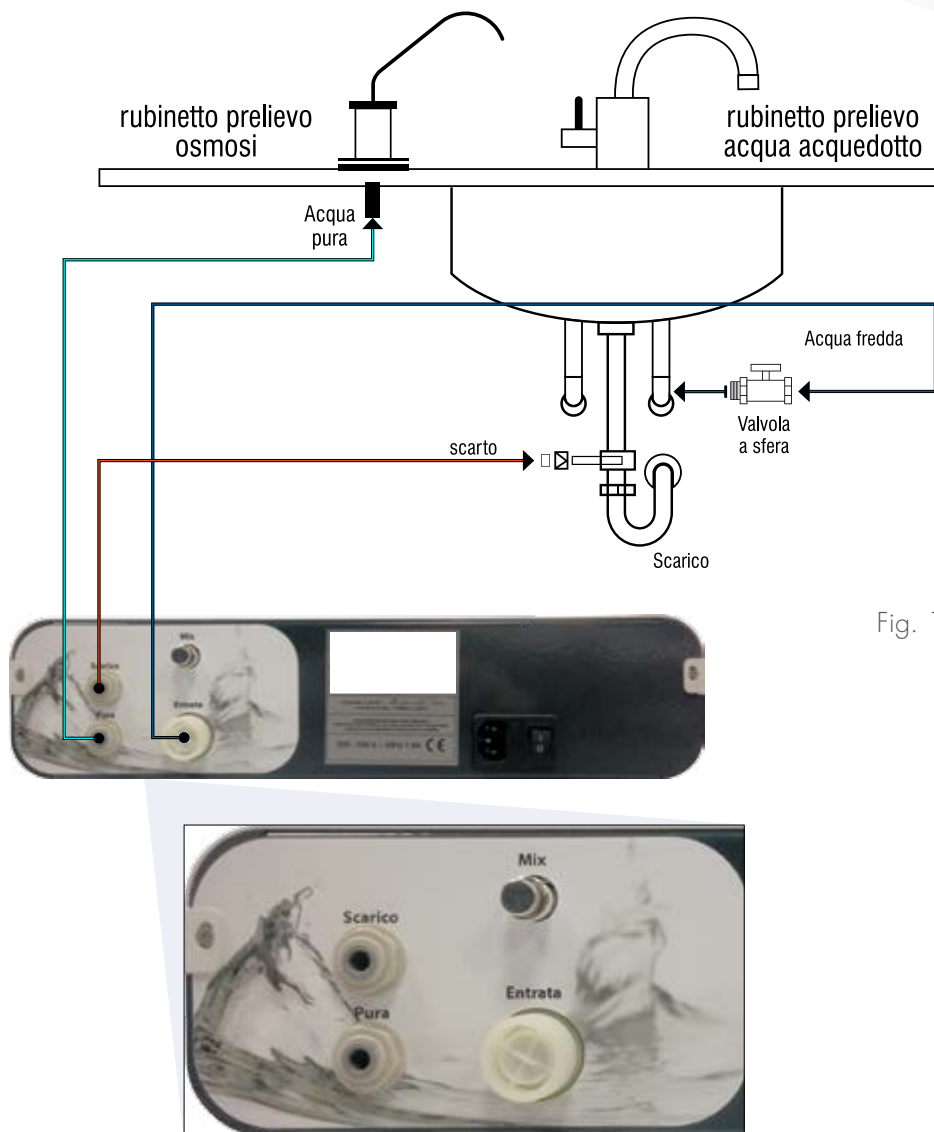

Fig. 1
- Effettuare gli allacciamenti seguendo le indicazioni riportate sugli adesivi applicati sulla macchina (vedi fig. 1 pag. 15).